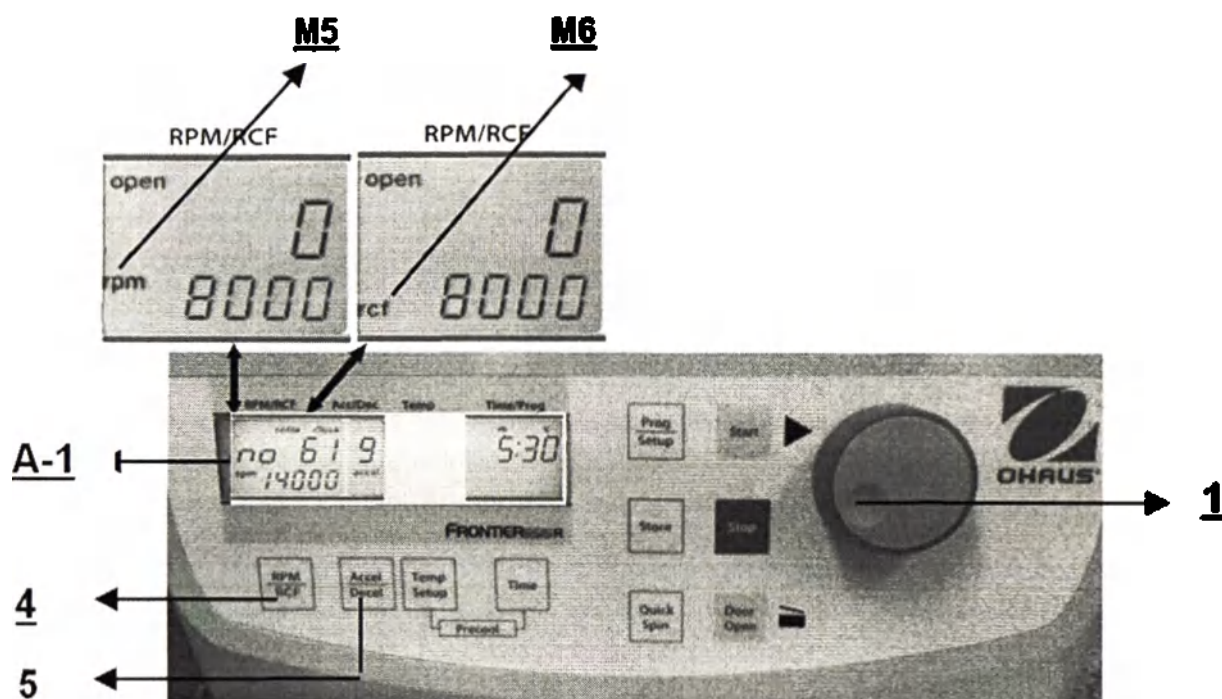

Рис. 16
Для задания этих параметров используется кнопка **RPM | RCF** (4) (см. рис. 16 ниже). После однократного нажатия этой кнопки начинает мигать обозначение **rpm** (M5).